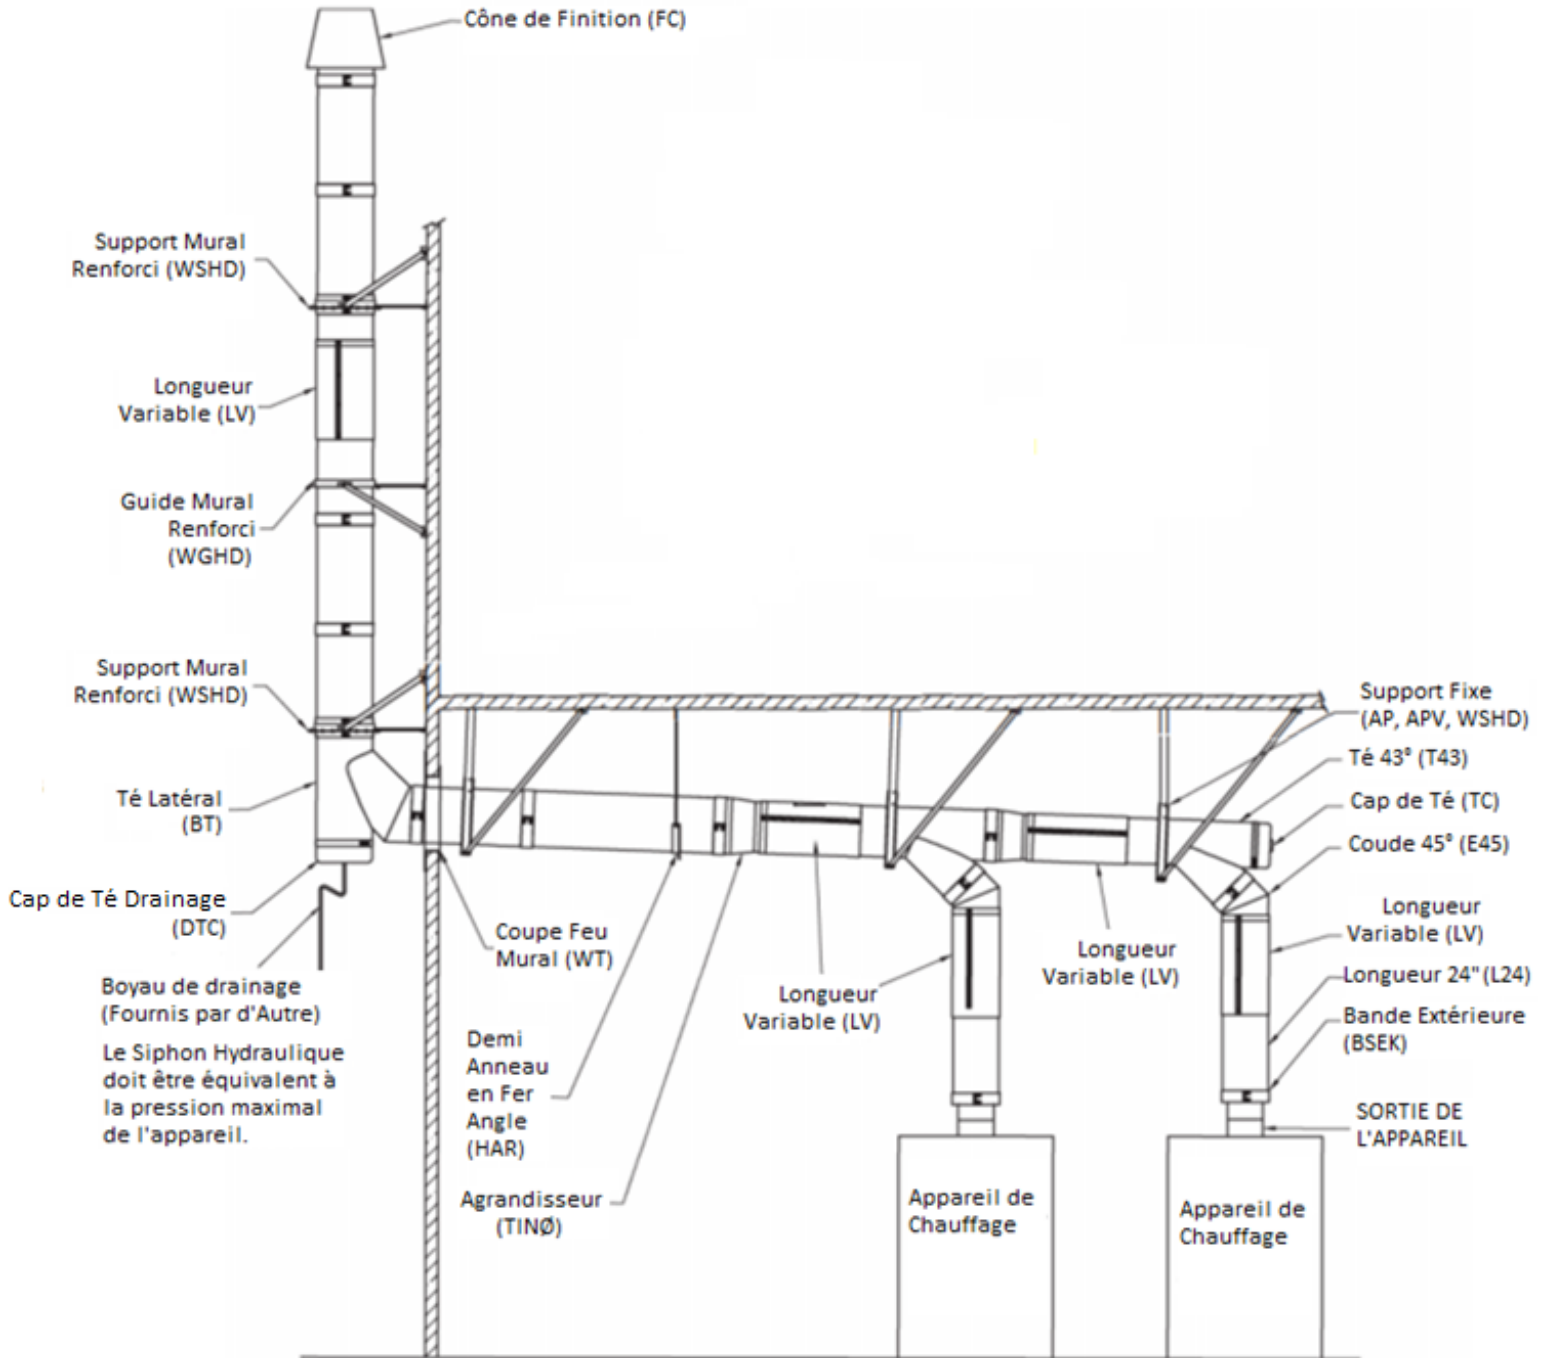

Figure 5 - Installation typique pour DAS1-(BC)
- DAS1-(BC) offre une gamme de Tés (T43, T88) et Coudes (E2, E88) qui intègre une pente de 2 degrés, nous vous recommandons de les utiliser pour générer votre pente.
- N'oubliez pas que si vous soulevez l'appareil ou abaissez le plafond, vous devez régler la pente de le conduit pour maintenir un minimum de 1/4 po par pied. Voir les figures 5 et 26.